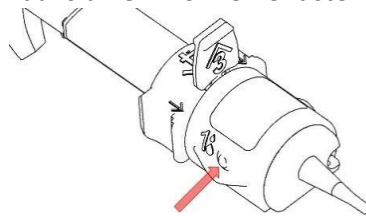

Fig. 1
3. Introduire complètement la canule d'une seringue contenant du produit viscoélastique (max 25gr) dans l'orifice indiqué en '1' (Fig. 1) en maintenant une faible pression sur la pointe de la canule. Injecter une quantité suffisante de produit viscoélastique (de préférence de type dispersif) par l'ouverture. Lorsque les 2 flux du viscoélastique se rencontrent au-dessus de la lentille et la recouvre complètement, cela signifie que la quantité injectée est suffisante.